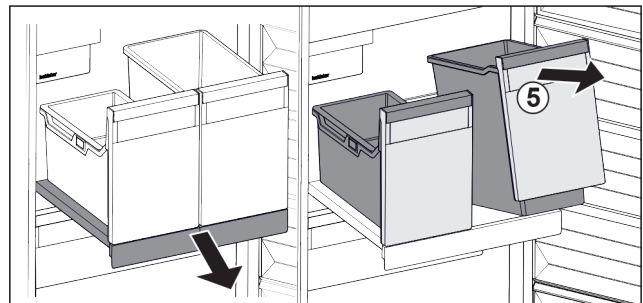

Fig. 99
- ▶ Приподнимите контейнеры Fig. 99 (5) спереди.